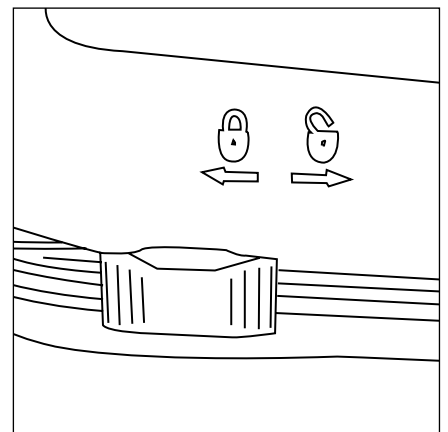

Abbildung 7
3. Plazieren Sie den Behälterdeckel auf die Behälterbasis und schieben Sie die sechs Verschlüsse in die verriegelte Position (🔒) (**Abbildung 7**). Prüfen Sie die O-Ring-Dichtung und vergewissern Sie sich, dass der O-Ring korrekt eingesetzt ist.